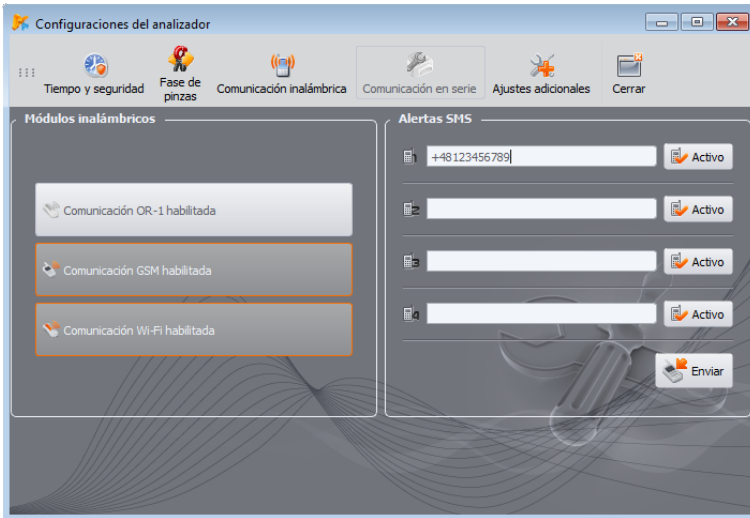

Fig. 32. Pantalla de los ajustes actuales del analizador, los medios de transmisión de datos disponibles.
- Pasar a la tarjeta **COMUNICACIÓN INALÁMBRICA** (Fig. 32) y comprobar si la opción **COMUNICACIÓN WI-FI HABILITADA** está activa. Si no es así, activar esta opción.
- Pasar a la tarjeta **COMUNICACIÓN INALÁMBRICA** (Fig. 32) y comprobar si la opción **COMUNICACIÓN Wi-Fi HABILITADA** está activa. Si no es así, activar esta opción.